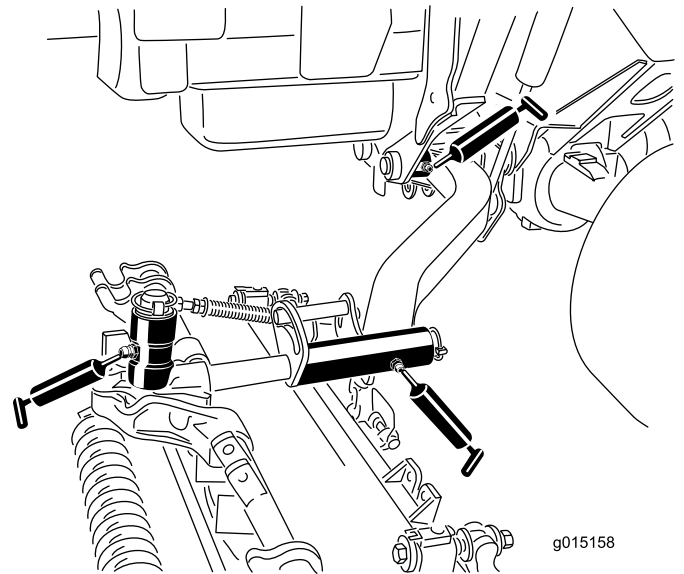

Figure 73
- Bagues de pivot de bras de levage (1 par unité de coupe) (Figure 73)
- Bâti porteur d'unité de coupe (2 par unité de coupe) (Figure 73)
- Pivot de bras de levage d'unité de coupe (1 par unité de coupe) (Figure 73)